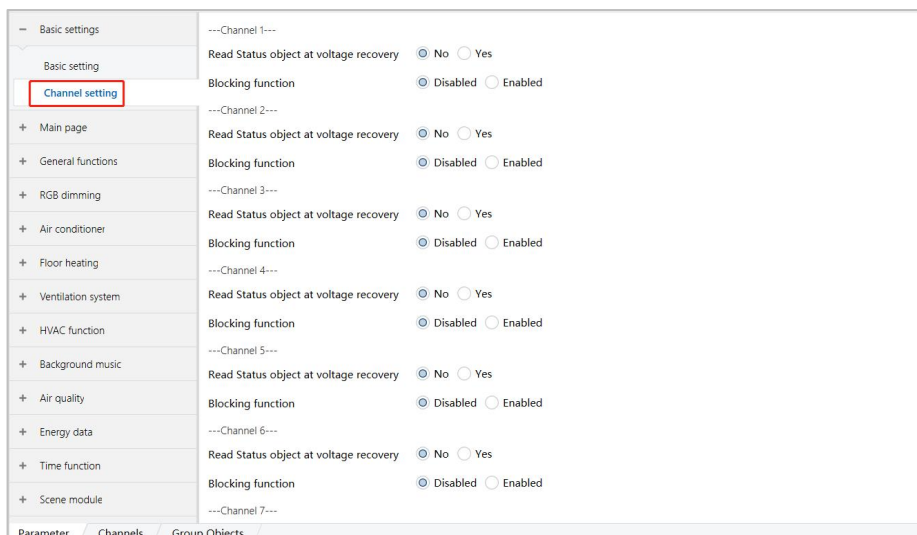

图 6.1.2
(2) 单击下述红色方框内的选项, 设置 Channel1~Channe16 的相关参数, 如图 6.1.2 所示;